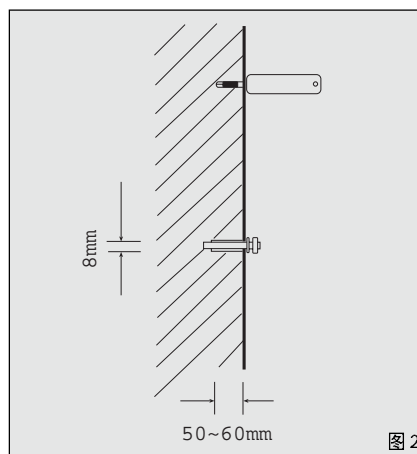

图 2
2. 在打孔处安装  $\Phi 6$  的膨胀螺栓，紧固膨胀螺栓螺母，使膨胀螺栓拉紧（图 2）。